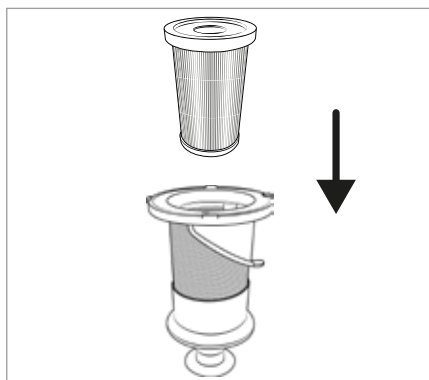

Fig. 24
① Indicación
- No gire el filtro de acero inoxidable ⑥ mientras lo inserta en el depósito de polvo ⑦. Observe también las dos marcas de puntos en el filtro de acero inoxidable ⑥ y en el depósito de polvo ⑦ para colocar bien el filtro de acero inoxidable ⑥.
- 7) Inserte el filtro EPA ⑤ en el filtro de acero inoxidable ⑥ (consulte la fig. 24).